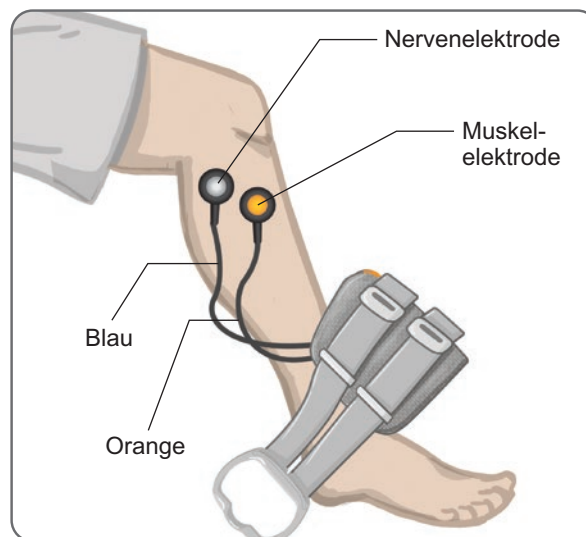

Abbildung 8-4: Verbundenes Anschlusskabel
3. Schließen Sie die orangefarbenen Enden des Anschlusskabels an die Basis der Muskelelektrode und den orangefarbenen Anschluss der Manschette an. Siehe Abbildung 8-4.
4. Schließen Sie die blauen Enden des Anschlusskabels an die Basis der Nervenelektrode und den blauen Anschluss der Manschette an. Siehe Abbildung 8-4.
5. Legen Sie die Unterschenkelmanschette neben den Fuß des Patienten. Siehe Abbildung 8-4.